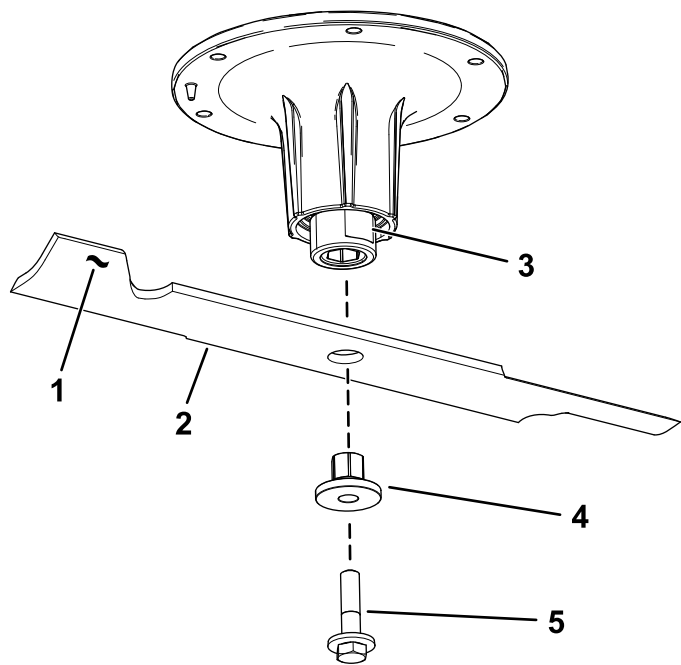

Figura 91
2. Retire el perno de la cuchilla, el buje y la cuchilla del eje (**Figura 91**).